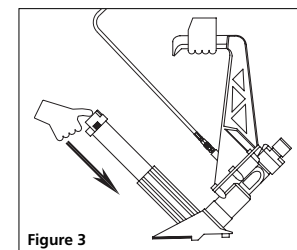

Figure 3
- Pousser et reverrouiller la porte du chargeur (voir la figure 3).